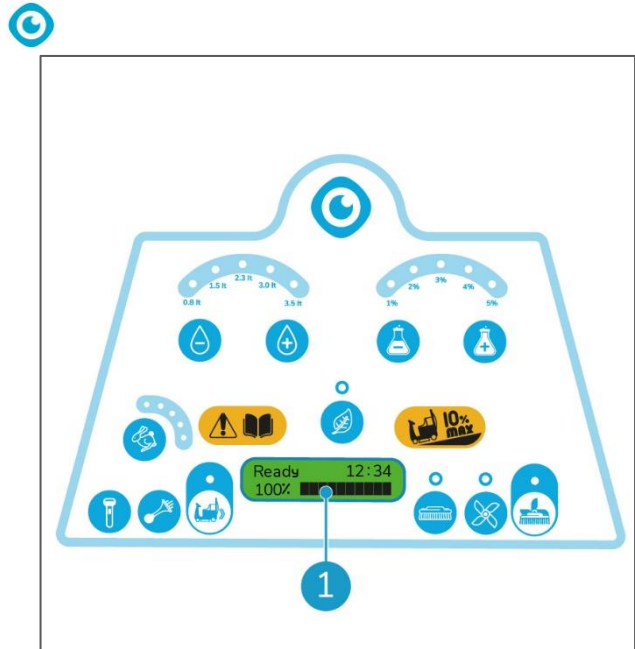

Figura 17
8. Espera unos segundos. La pantalla debe indicar 100 % y las 10 barras de la pantalla del nivel de batería deben estar visibles (Figura 17, pos. 1).